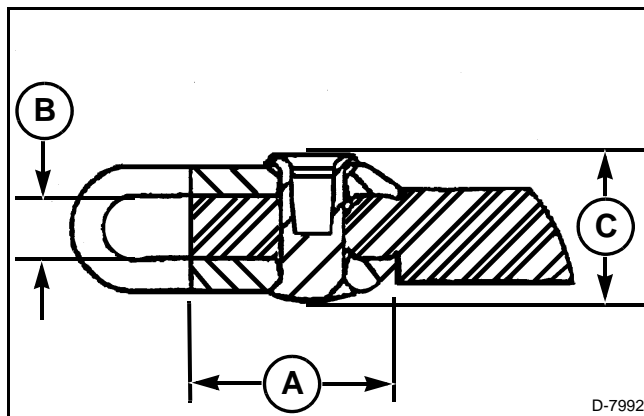

FIG. 41
FIG. 41: Utilice una cuchilla afilada o una amoladora para quitar el patrón de una tira (A) de 16 mm (11/16 pulg) a través del extremo de la correa. Tenga cuidado de no cortar en la sección de cable de la correa o de no calentarla demasiado.